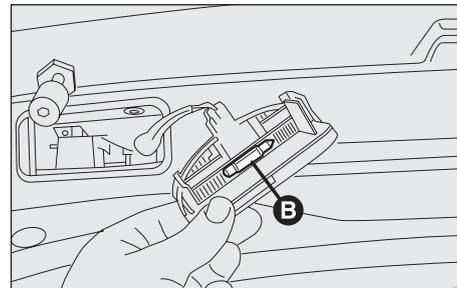

Abb. 58
– Die Glühlampe (**B, Abb. 58**) nach außen ziehen und von den Seitenkontakten befreien.